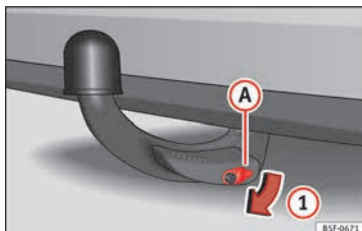

Fig. 227 Retirar la tapa de la cerradura
- Extraiga la tapa (A) de la cerradura en el sentido de la flecha (1) » fig. 227.